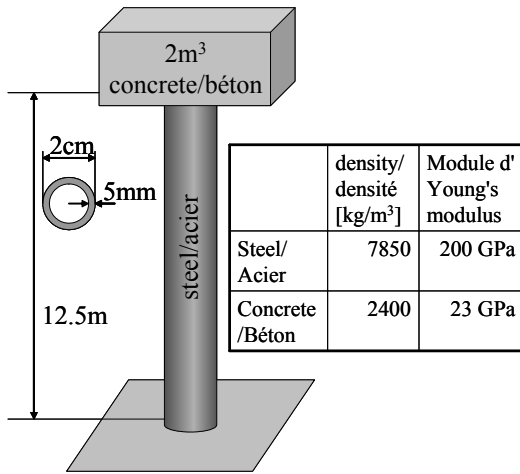

Figure 1
1. A 12.5m long steel cylinder supports a  $2\text{m}^3$  concrete bloc with geometrical and material properties illustrated in Fig. 1. Calculate by how much the steel cylinder will shorten under both the concrete block weight and its own weight (25 pts).
- Un cylindre d'acier de 12.5m de long supporte un bloc de béton de 2m3. Les propriétés géométriques et des matériaux sont illustrées à la Fig. 1. Calculez quel sera le raccourcissement du cylindre d'acier sous le poids du bloc de béton et sous son poids propre.